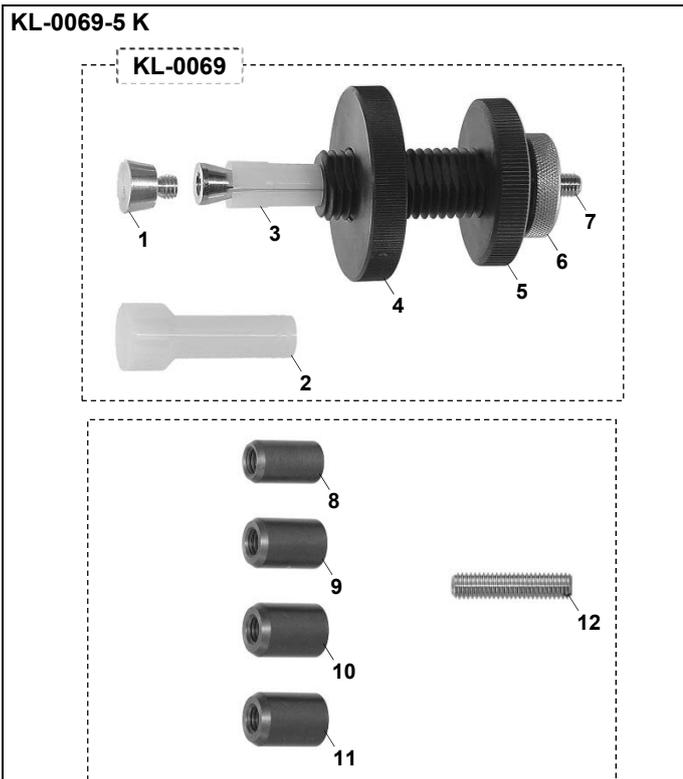

Fig. 1: Préparer l'outil de centrage d'embrayage.
- Déterminer le cône de serrage pour le disque d'embrayage. (Fig. 1 A)
- Déterminer la douille de centrage pour les véhicules avec roulement pilote. (Fig. 1 B) Pour cela, déterminer le diamètre intérieur du roulement pilote et choisir la douille de centrage adaptée "8" ou "11".